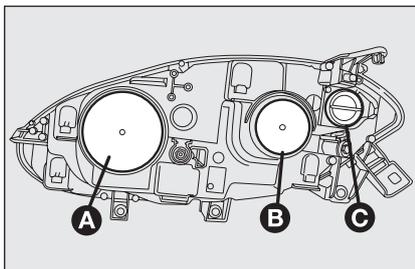
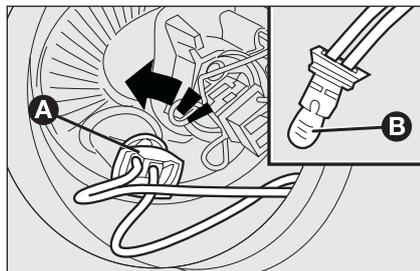

fig. 22
fig. 24
GRUPPI OTTICI ANTERIORI fig. 22
- rimuovere il coperchio di protezione **B**-fig. 22;
- rimontare correttamente il coperchio di protezione **A**-fig. 22.
- rimuovere il coperchio di protezione **A-fig. 22**;
- ruotare in senso antiorario il portalampana **A-fig. 24** e sfilarlo;
- rimontare la nuova lampada, inserire nuovamente il portalampana **A-fig. 24** quindi rimontare correttamente il coperchio di protezione **B-fig. 22**.
- rimontare correttamente il coperchio di protezione **B-fig. 22**.
- ruotare in senso antiorario il coperchio di protezione **C-fig. 22**;